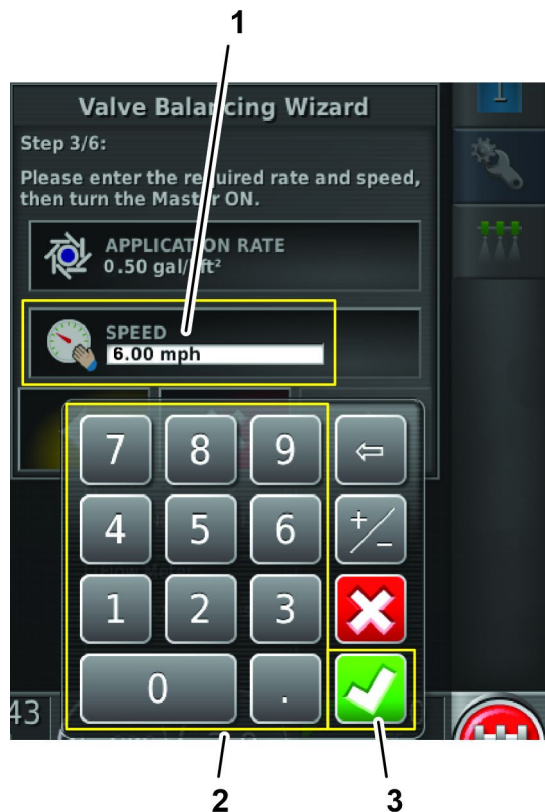

Figura 138
7. Con il tastierino numerico inserite la velocità di trasferimento che userete per l'irrorazione, quindi premete l'icona di Conferma (Figura 138).